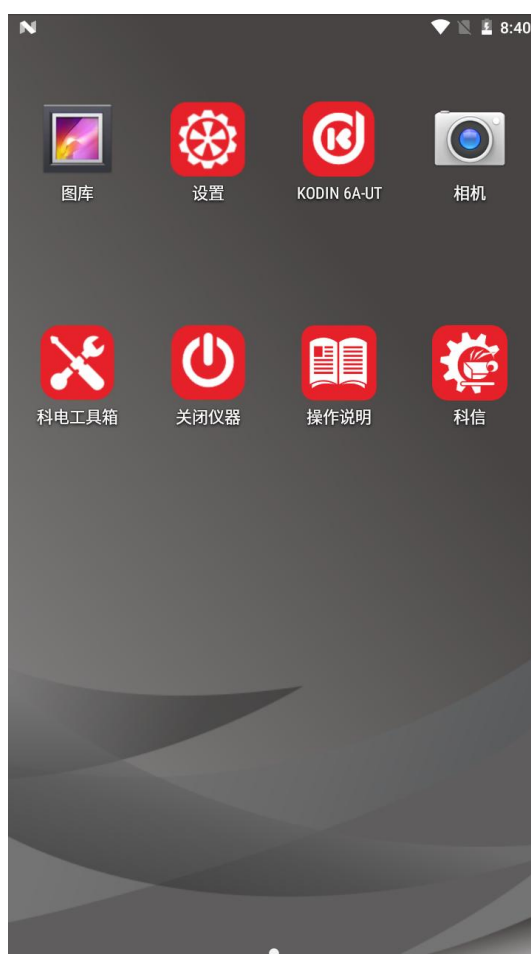

图 2.1 系统主界面
1) 硬件开机：按住电源键【**⏻**】，保持 2s，仪器启动进入开机画面，同时进行系统自检和初始化。待自检完成后，仪器进入系统主界面，如图 2.1 所示。
开机后，仪器自动进入到系统桌面，如图 2.1 所示。主界面最顶端为系统状态栏，显示有电量指示、网络状态、通知提示、时间等。将系统状态栏下拉，可快速设置开启或关闭部分参数。